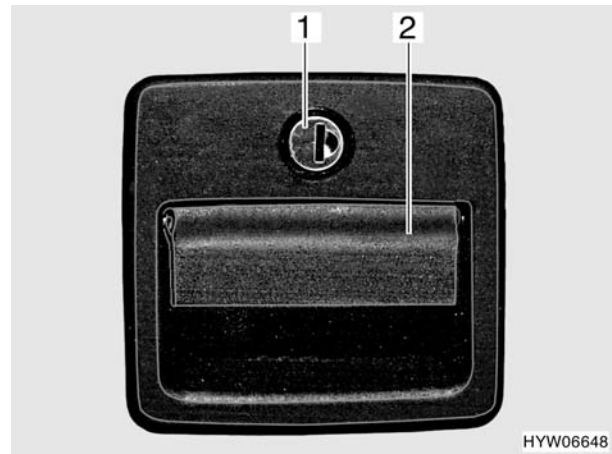

Fig. 34 Serratura dello sportello (variante 2)
- Inserire la chiave nel cilindro della serratura (Fig. 34,1) e girare in senso orario, fino a quando la serratura dello sportello si sblocca.
- Tirare la maniglia della serratura (Fig. 34,2). In questo modo si apre lo sportello esterno.
- Inserire la chiave nel cilindro della serratura (Fig. 34,1) e girare in senso antiorario. La serratura dello sportello è chiusa.